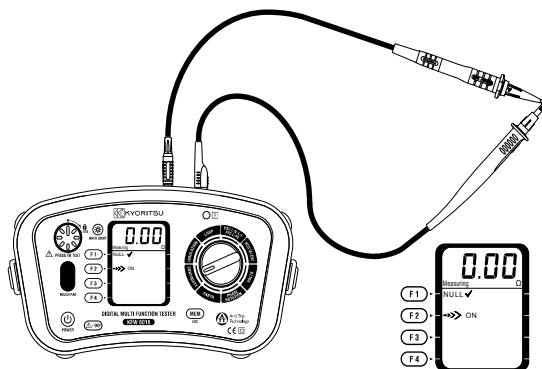

Fig.13
- 3 Povezati međusobno krajeve test pipalica čvrsto (vidi Fig.13) i pritisnuti i zaključati test dugme. Vrednost otpornosti test pipalica će biti prikazana.
- 5 Otpustite/oslobodite test dugme. Pritisnite test dugme i proverite da li je prikaz očitavanja nula pre nego što nastavite. Dok koristite Continuity null funkciju, “NULL✓” je prikazano na LCD displeju kao što se vidi na slici Fig.13. Nulta vrednost je sačuvana čak i ako se instrument isključi. Ova memorisana nulta vrednost može se poništiti rasklapanjem test pipalica i pritiskom Continuity Null dugmeta (F1) sa test dugmetom pritisnutim i zaključanim. Kad je ovo poništeno znaćete jer NULL OFF je prikazano na LCD displeju. OPREZ – pre vršenja bilo kakvog merenja uvek proverite da li su test pipalice nulovani.